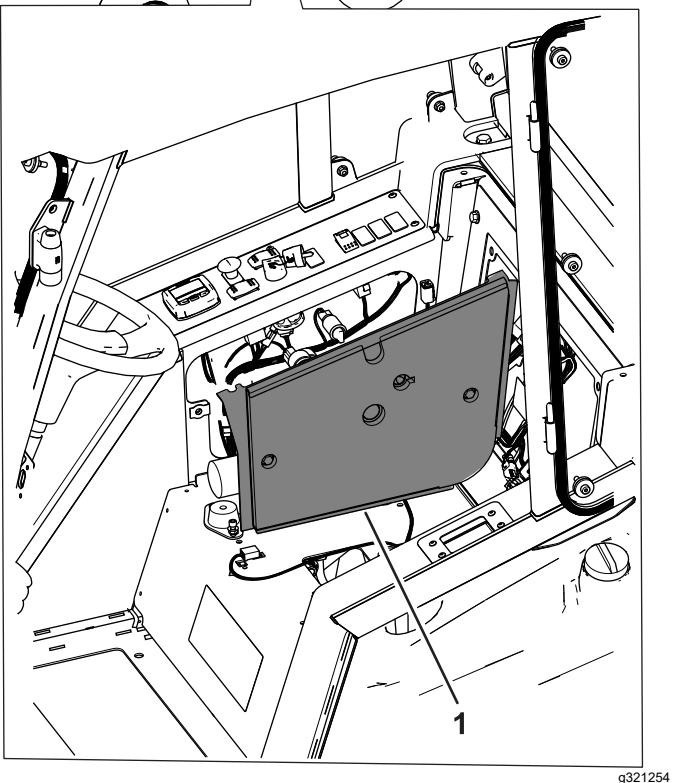
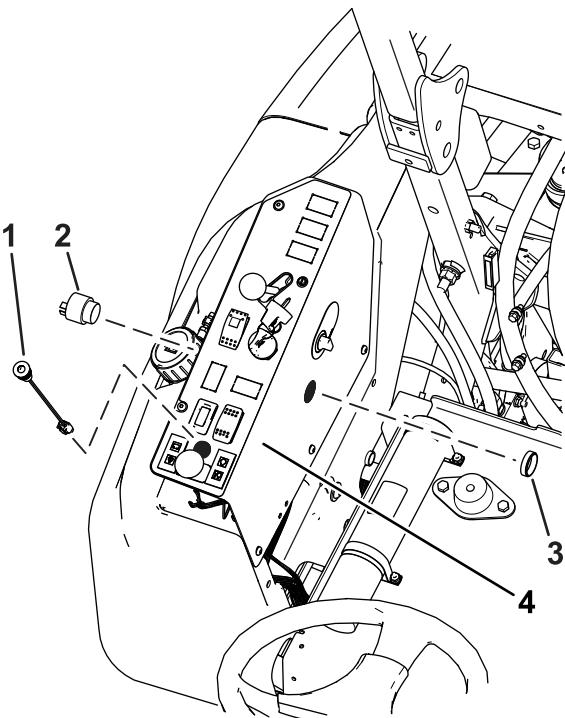

Figura 6
Figura 7
7. Remova o painel de controlo na consola ou desaperte e eleve o painel de controlo (Figura 6 ou Figura 7).
- 9. Instale o alarme (Figura 7).
- 11. Instale a luz na parte superior da consola (Figura 7).
6. Instale o painel de controlo na consola em máquinas com cabina ou instale o painel de controlo em máquinas com uma barra de segurança (Figura 6 ou Figura 7).